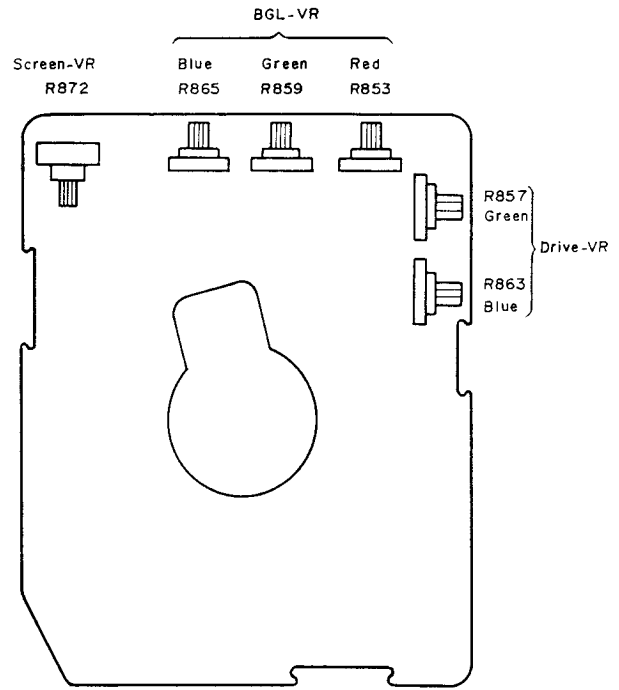

Fig. 12
7. GREY SCALE TRACKING. Fig. 12.